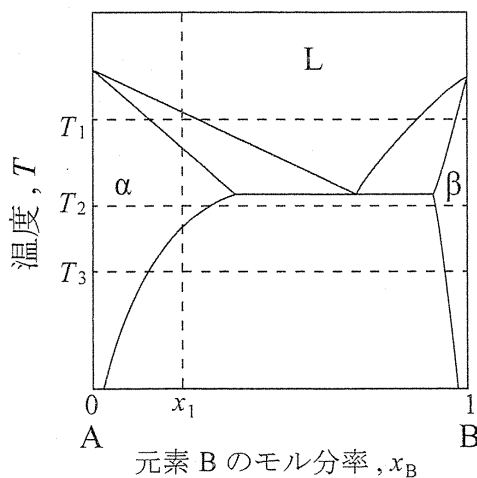
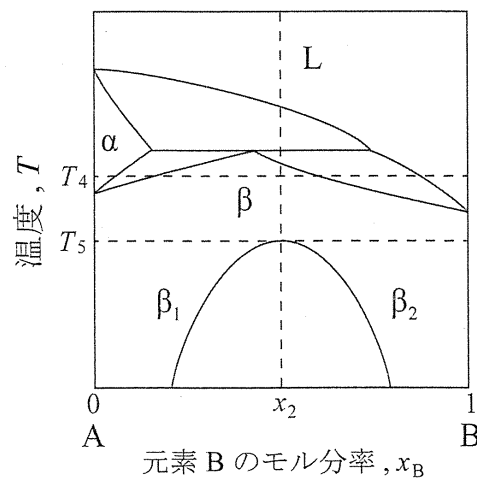
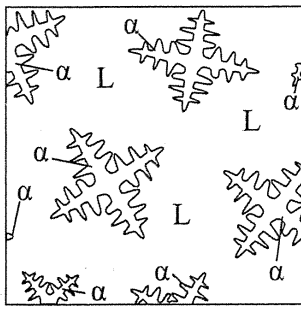
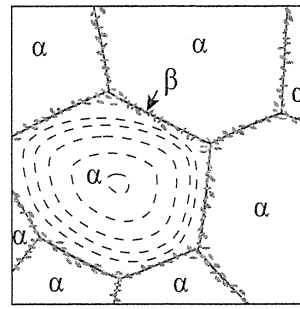

図1 A-B 二元系平衡状態図1
図2 A-B 二元系平衡状態図2
図3 温度  $T_1$  の組織の模式図
図5 温度  $T_2$  の組織の模式図 (β相: 灰色) 破線は等組成線
図1は液相（L）から $\alpha$ 相と $\beta$ 相が生成する共晶反応を有したA-B二元系合金の平衡状態図（状態図1）であり、図2は液相（L）と $\alpha$ 相から $\beta$ 相が生成する包晶反応を有したA-B二元系合金の平衡状態図（状態図2）である。これらの合金の変態過程および変態後の組織を観察したところ、以下の結果が得られた。
状態図1において組成 $x_1$ の合金を均一な液相（L）から温度 $T_1$ まで冷却すると複数の核から $\alpha$ 相のデンドライト成長が起こった（図3）。(7) 原子の拡散が十分に起こる場合には温度 $T_2$ では均一な $\alpha$ 相のみから成る多結晶組織（図4）が形成され、原子の拡散が不十分な場合には図4の粒界に相当する領域に $\beta$ 相が存在する多結晶組織（図5）が形成された。図5の $\alpha$ 相の結晶粒中の破線はその結晶粒内での等組成線であり、結晶粒中心から周辺に向かい元
問7 問5と問6でそれぞれ求めた液相の組成  $x_L$  と体積分率  $f$  の関係を比較し、図5の組織が形成される理由を説明せよ。図を用いてもよい。